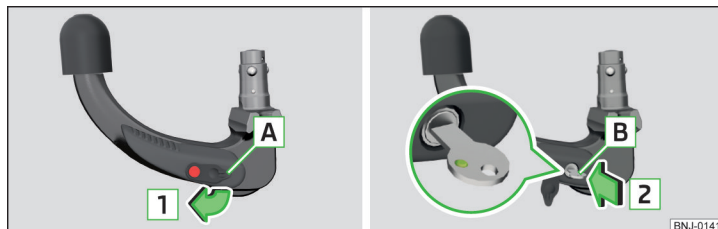

Fig. 233 Detașarea capacului de încuietore/Introducerea cheii în încuietore
- Îndepărtați apărătoarea **A** de pe încuietoare, în sensul săgeții **1** » fig. 233.